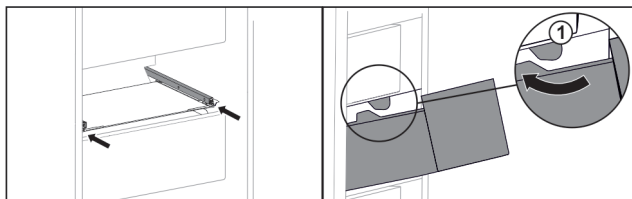

Fig. 50
- ▶ Predal speljite okrog zaustavljalnikov Fig. 50 (1).